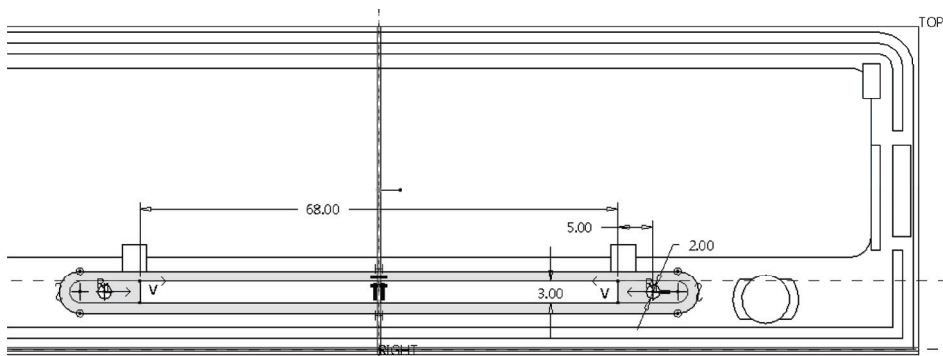

图 12-56 绘制截面
- 4) 绘制图 12-56 所示的截面，单击（确定）按钮。